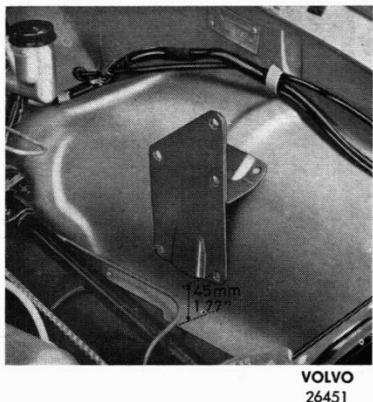

Fig. 2
1. Placera servocylinderns konsol på vänster hjulhusplåt som framgår av bild 2. Borra 4 hål D=9 mm i hjulhusplåten med konsolen som mall.
1. Place the servo-cylinder bracket on the left-hand wheel housing plate as shown in Fig. 2. Drill four 9 mm ( $1\frac{1}{32}$ ") holes in the wheel housing plate, using the bracket as a template.